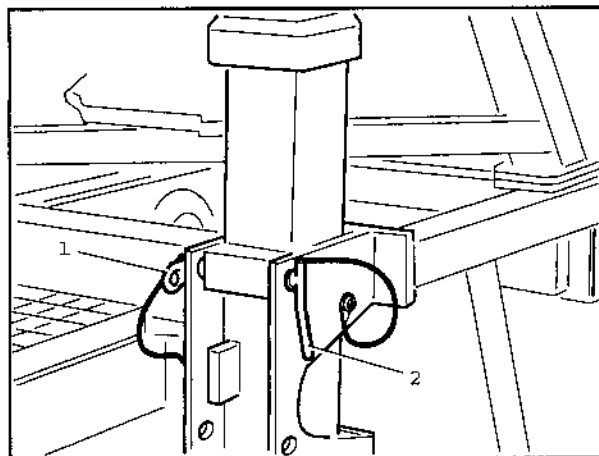

Bild 27
3. Steckbolzen an der hinteren rechten Anhängerstütze entsichern und herausziehen. Anhängerstütze senkrecht stellen, Steckbolzen (Bild 27/2) einstecken und mit Federstecker (Bild 27/1) sichern.